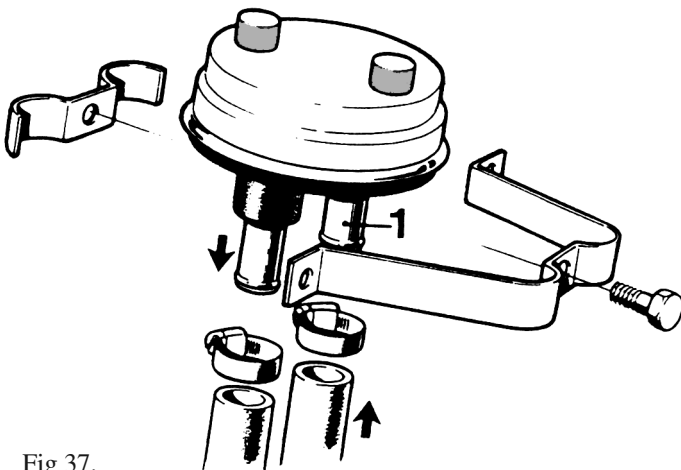

Fig 37.
6. Koppla in filtret i kylsystemets sugledning, Kylvattenslang 16 mm (5/8") inv diameter skall användas. Anslut slangen mellan vattenintaget och filtrets inloppsrör märkt: "From water inlet" (1 fig 37). Anslut därefter en slang mellan filtrets utloppsrör och sjövattpumpens (resp reduktionsväxels inloppsrör. Lås samtliga anslutningsställen med korrosionsbeständiga slangklamrar.